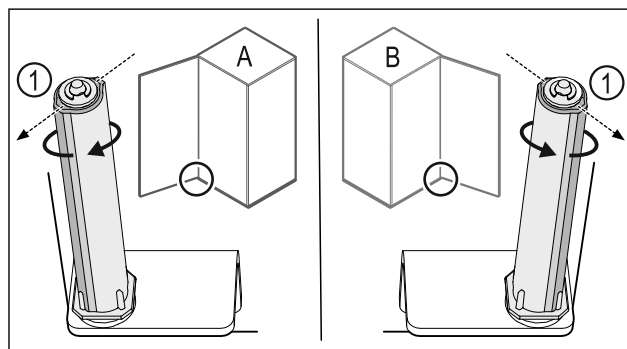

Fig. 44 Lewy ogranicznik (A) / prawy ogranicznik (B)
- Przekręcić system blokujący w kierunku przeciwnym do oporu, aż pręt systemu blokującego Fig. 44 (1) będzie skierowany na zewnątrz.